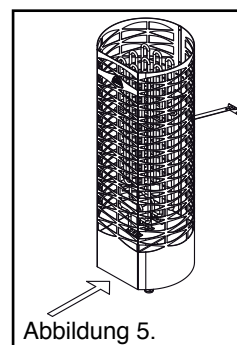

Abbildung 5.
- Der Steuerungsschalter des Saunaofens befindet sich an der Vorderseite unten. (Siehe Abb. 5)